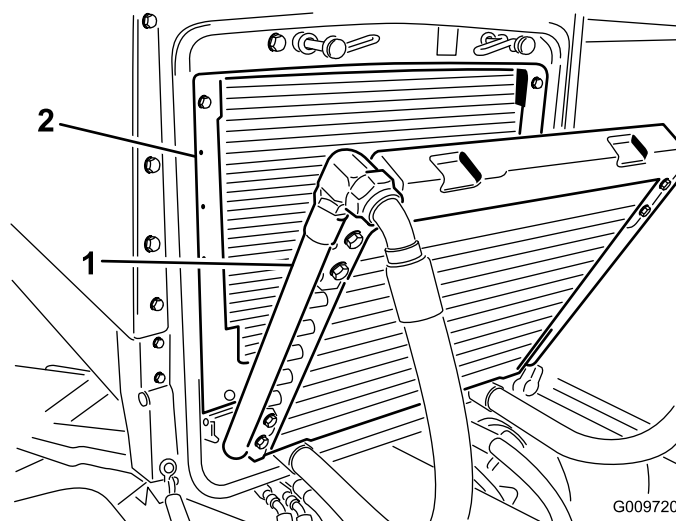

Figura 76
3. Gire el enfriador hacia atrás. Limpie a fondo ambos lados del enfriador de aceite y la zona del radiador (Figura 76) con aire comprimido. Empezando en la parte delantera, sople los residuos hacia la parte trasera. Luego, limpie desde atrás, soplando los residuos hacia adelante. Repita este procedimiento varias veces hasta eliminar todos los residuos.